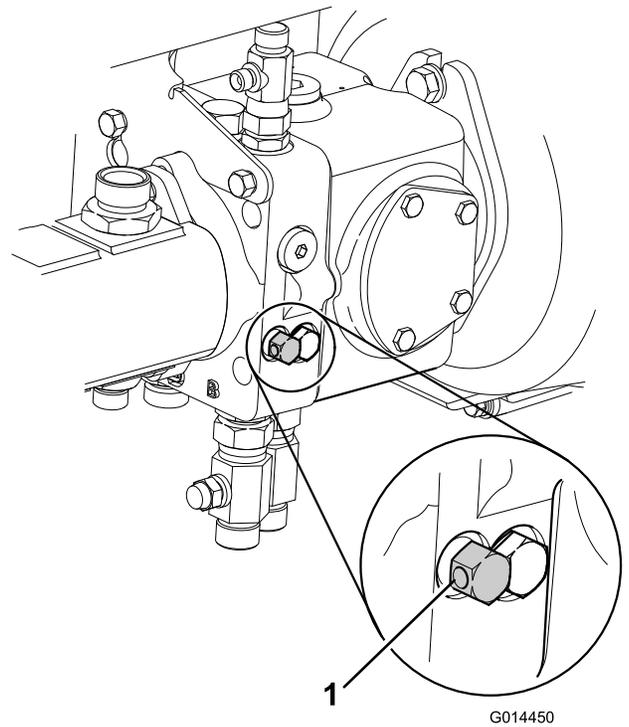

**Figure 42**
4. Placez une vis M12 x 40 mm munie d'une rondelle dans le trou au centre de la plaque d'extrémité du moteur (Figure 42).
5. Serrez la vis d'arrêt dans le trou fileté du piston de frein jusqu'à ce que le frein soit desserré (Figure 42).
6. Identifiez le frein à disque du moteur de roue avant gauche et répétez la procédure précédente (Figure 42).